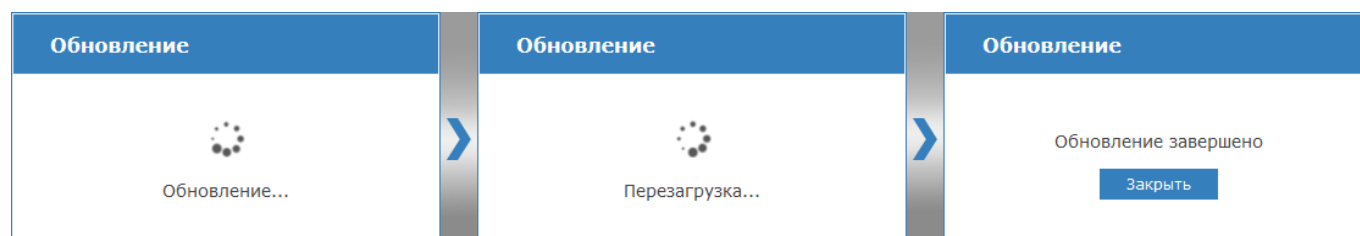

Рисунок 10.42 — Три шага обновления программных средств
3. Будет выполнена процедура обновления с последующей перезагрузкой. По завершении нажмите на кнопку **Заккрыть** (рисунок 10.42).